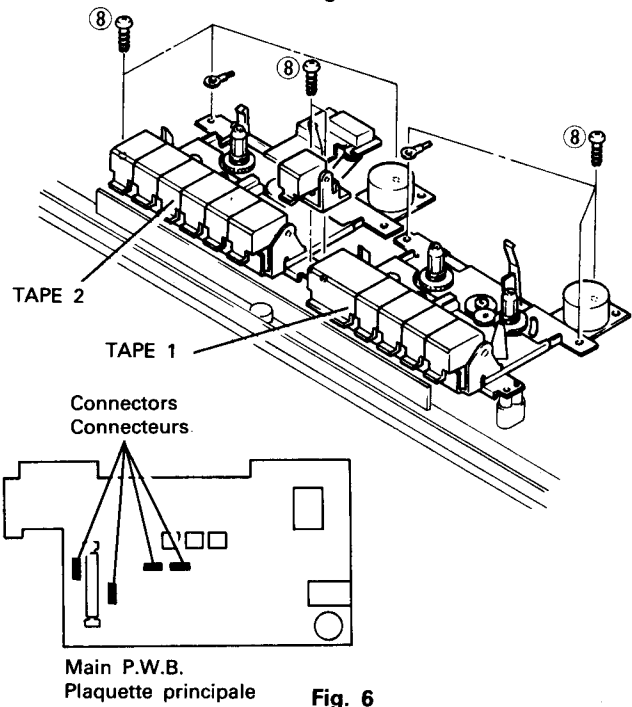

Fig. 6
7. Cassette Chassis (Fig. 6)
7. Châssis de cassette (Fig. 6)